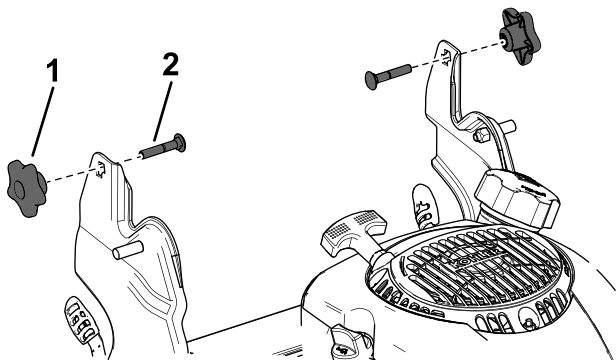

Bild 25
3. Führen Sie die Schlossschraube (mit dem Schraubenkopf nach innen zeigend) durch die Griffhalterung und das obere Loch des Griffendes. Stellen Sie sicher, dass jede eckige Schlossschraube richtig in der dazugehörigen oberen oder unteren viereckigen Öffnung ihrer jeweiligen Griffhalterung sitzt (Bild 25).